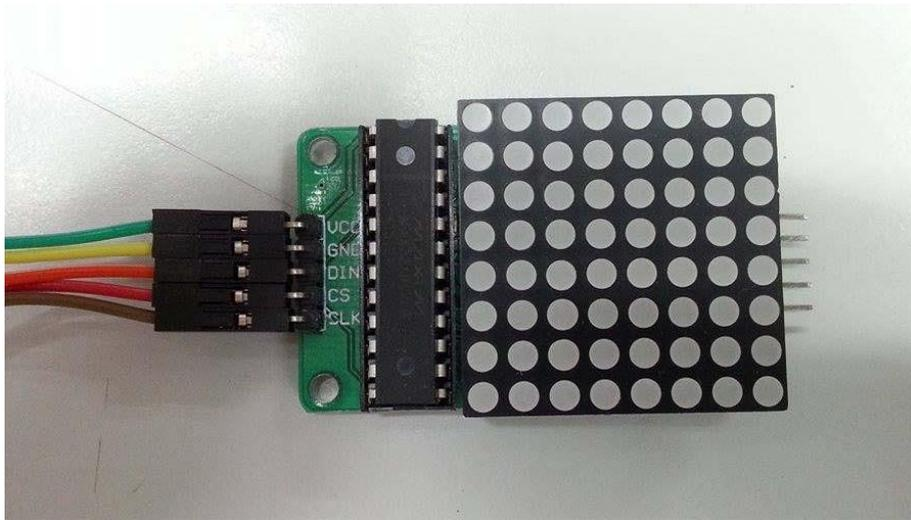

Figure 17 腳位說明
2. MAX7219 顯示模組連接於 Arduino MEGA 之詳細腳位說明。(如 Table 5 及 Figure 17、18 所示)